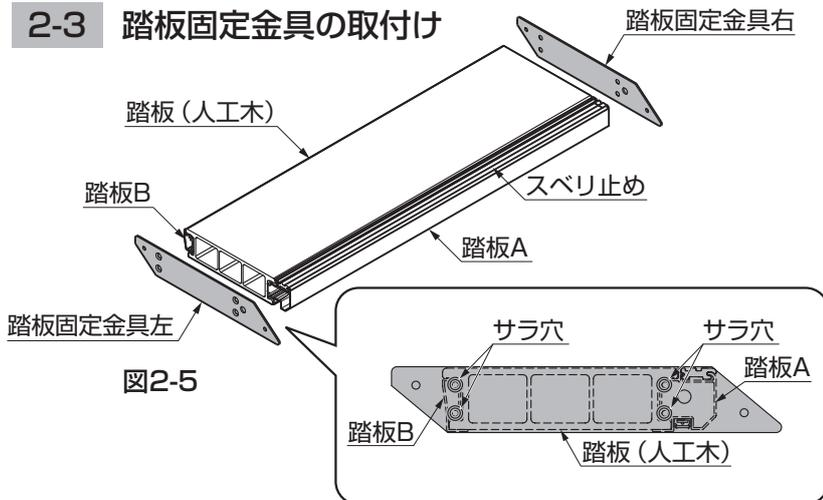

図2-5
- ① 踏板固定金具の左右を確認し、正しく配置してください。(サラ穴加工してある面が表側です。) (図2-5参照)